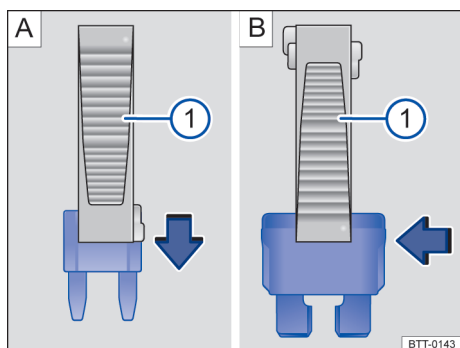

Fig. 133 Remover ou instalar um fusível com a garra da pinça de plástico ①.
- Se necessário, retirar a pinça de plástico → Fig. 133 ① do suporte. O suporte se encontra na parte traseira da caixa de fusíveis perto da tomada de conexão para diagnóstico.
- Em caso de *fusíveis pequenos*, encaixar a garra ① por cima → Fig. 133 A.
- Em caso de *fusíveis maiores*, empurrar a garra ① lateralmente sobre o fusível → Fig. 133 B.
- Caso o fusível esteja queimado, substituir o fusível por um novo da *mesma* intensidade de corrente (mesma cor e inscrição) e do *mesmo* tamanho → ①.